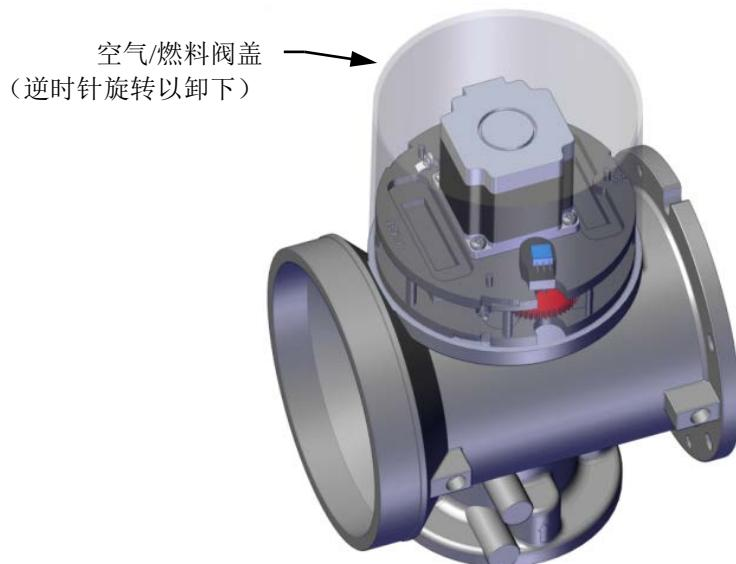

图 6-6：空气/燃料阀盖位置
3. 逆时针旋转空气/燃料阀盖将其解扣并取下（参见图 6-6）。
3. 逆时针旋转空气/燃料阀盖（图 6-6）将其解扣，然后提起卸下。